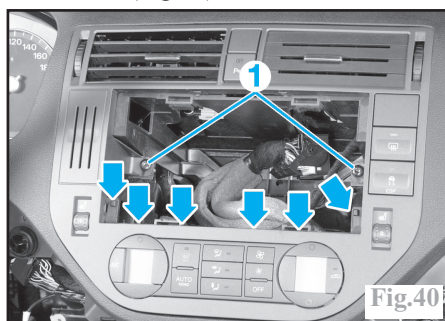

Fig.40
Déposer les 2 vis (1) et dégraffer la façade (flèches) de commande de chauffage/climatisation (Fig.40)